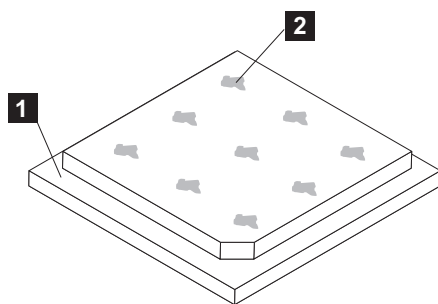

Figura 306. Aplicando Pasta Térmica no Microprocessador do SAN Volume Controller 2145-DH8
- e. Use a seringa de graxa térmica para colocar nove pontos uniformemente espaçados de 0,02 ml cada na parte superior do microprocessador, conforme mostrado na Figura 306. Os dots ultraperiféricos devem estar dentro de aproximadamente 5 mm da extremidade do microprocessador para assegurar uma distribuição uniforme da graxa.